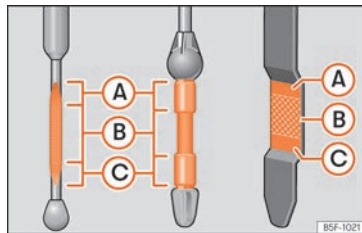

Fig. 282 Jauge d'huile moteur
Ne démarrez pas le moteur si le niveau d'huile se trouve au-dessus de la zone » fig. 282 (A). Risque d'endommagement du moteur et du catalyseur ! Informez votre Service Technique.
Ne démarrez pas le moteur si le niveau d'huile se trouve au-dessus de la zone » fig. 282 (A). Risque d'endommagement du moteur et du catalyseur ! Prenez contact avec un atelier spécialisé.
Le niveau d'huile ne doit en aucun cas dépasser la zone » fig. 282 (A). Sinon, de l'huile